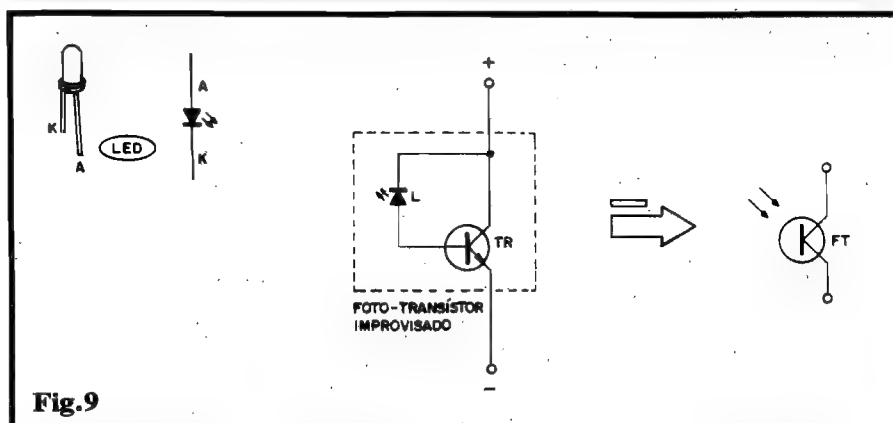

Fig. 9
- **FIG. 9 - "FAZENDO" UM FOTO-TRANSISTOR** - Quando falamos que **toda** junção semicondutora é - de algum modo - foto-sensível, estávamos "dando a pista" para uma série de possibilidades, além de oferecer uma explicação básica ao próprio fenômeno que "regulamenta" a moderna optoeletrônica... Na verdade, qualquer forma de Energia, externamente aplicada a uma junção P-N (também **qualquer...**), modifica momentaneamente a própria estrutura elétrica da dita junção, alterando a disponibilidade de "buracos" ou de "elétrons livres" (os "velhos" **portadores de carga**, nas junções semicondutoras...). Essa Energia externa pode ser imposta "elétricamente" (como ocorre na mera polarização ou apresentação dos sinais convencionais à **base** de um transistor comum...), ou mesmo na forma de calor ou de luz! Sob qualquer desses estímulos energéticos, a "barreira de junção" se modifica, alterando nitidamente as "facilidades" (ou "dificuldades"...), momentâneas à passagem da Corrente... O único requisito, portanto, para fazer qualquer junção semicondutora agir como "tradutora" de manifestações energéticas, é possibilitar o **acesso** dessa energia externa à dita junção! Um LED (Diodo Emissor de Luz), pela sua própria estrutura e construção é - obviamente - "permeável" à **LUZ** (que deve ter facilidade para dele "sair"...). Essa permeabilidade pode - na prática - ser usada em sentido inverso, ou seja: a luminosidade externa também pode "entrar" num LED através do seu encapsulamento acrílico, translúcido ou transparente! Dessa forma, com o simples arranjo mostrado no esquemática central da fig. 9, podemos "fazer" um razoável foto-transistor... Observem que o LED (de preferência nas cores amarela ou âmbar, que dão melhores resultados nesse "truque"...), deve ficar, no percurso **coletor/base** de um transis-